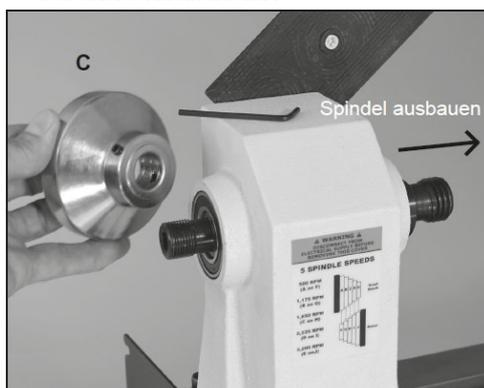

Abb. 8-3: Demontage der Spindel
5. Lösen Sie die Schrauben, mit denen das Handrad (Pos. C, Abb. 8-3) an der Spindel befestigt ist und nehmen Sie das Handrad ab.